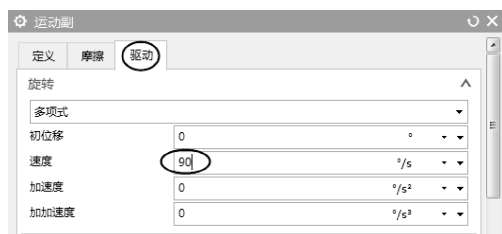

图 8-53 设定旋转初速度
- 09 在【运动副】对话框的【驱动】选项卡中，定义旋转恒定初速度为 90，如图 8-53 所示。单击【应用】按钮，完成凸轮旋转副的定义。